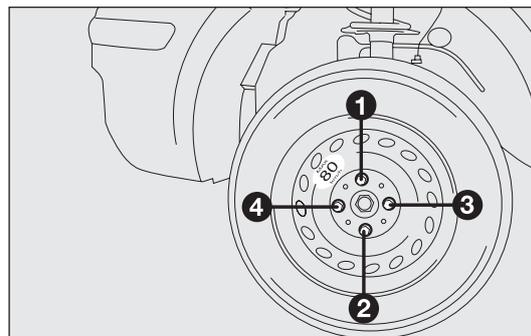

fig. 149
- ❑ mediante l'utilizzo della chiave in dotazione, serrare a fondo i bulloni, passando alternativamente da un bullone a quello diametralmente opposto, secondo l'ordine numerico illustrato in fig. 149;